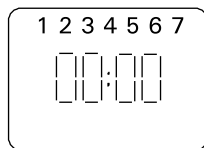

Рисунок 4.
- Это действие устранил внутренние ошибки таймера. После аннулирования дисплей выглядит некоторое время, как показано на рисунке, но через некоторое время цифры от 1 до 7, указывающие день недели, начнут мигать в его верхней части. (Рис. 4)